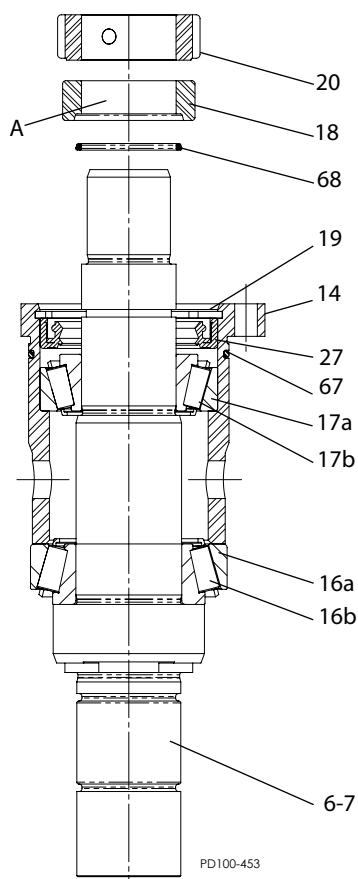

Figure 47 - Assembler le roulement
3. Installez la cuvette de roulement avant (Figure 47, objet 16a) sur le cône monté (objet 16b), suivie du coffrage du roulement (objet 14).
6. Installez le joint torique (objet 68) et le manchon protecteur pour joint (objet 18) sur l'arbre comme décrit dans Figure 47. Orientez le manchon protecteur pour joint avec la rainure vers le roulement.